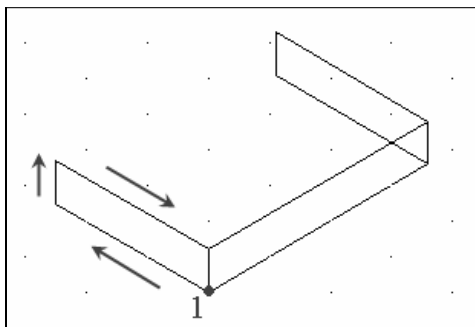

图 7-8 绘制轴测图的左平面
//捕捉点 1，如图 7-8 所示
(3) 将上一步绘制的直线复制一份到目标位置, 结果如图 7-8 所示。